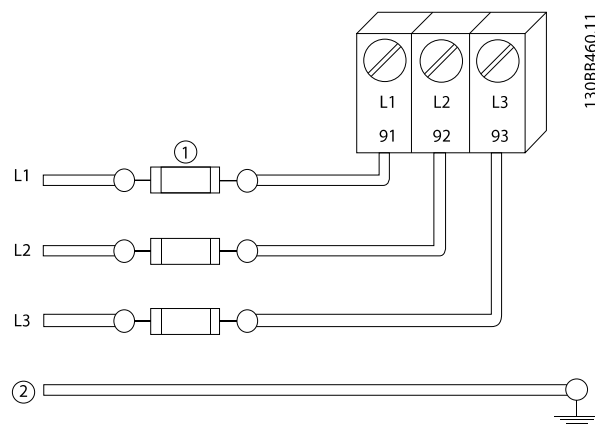

Abbildung 2.6 Sicherungen für Frequenzumrichter
- Versehen Sie alle Frequenzumrichter mit Kurzschluss- und Überlastschutz. Dieser Schutz wird durch Sicherungen am Eingang gewährleistet, siehe *Abbildung 2.6*. Wenn die Sicherungen nicht Bestandteil der Lieferung ab Werk sind, muss sie der Installateur als Teil der Installation bereitstellen. *Abbildung 2.6* zeigt die maximalen Nennwerte der Sicherungen.